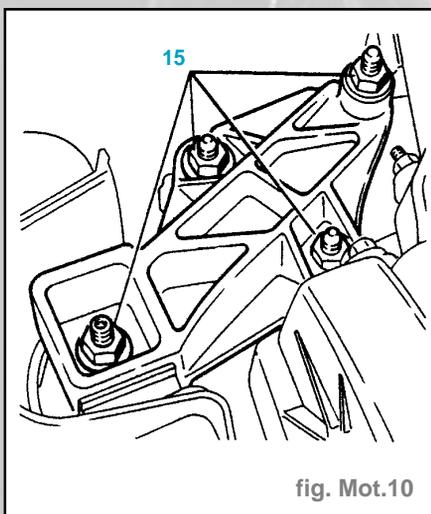

fig. Mot.10
- Serrer les écrous (15) à 4,5 daN.m (fig. Mot. 10).